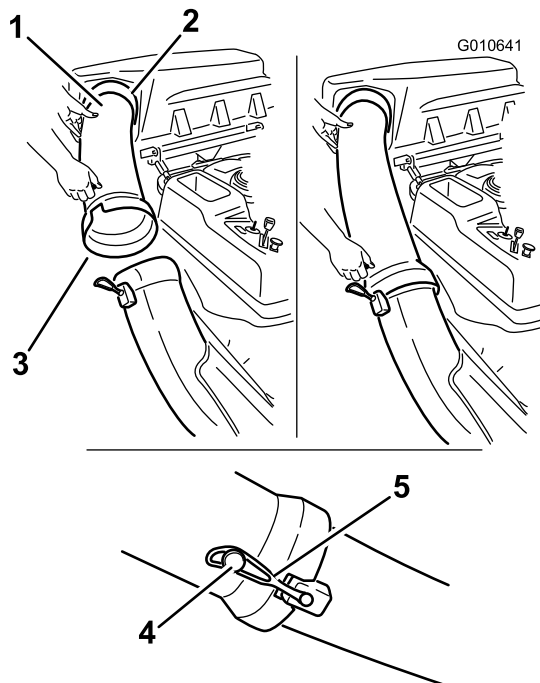

Figura 18
1. Deslize a extremidade curva do tubo de descarga para a abertura da parte superior do depósito de recolha (Figura 18).
2. Deslize a extremidade grande do tubo de descarga sobre a extremidade da calha. Mova a fita de retenção de borracha nos encaixes da calha para a cavilha no tubo de descarga para a prender (Figura 18).